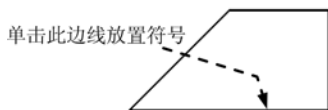

图 9.2.29 选取边线放置符号
Step3. 选取图 9.2.29 所示的边线放置符号。
Step4. 在 **可变文本 (V)** 选项卡中输入注解 A 的值为 B，然后按 Enter 键。